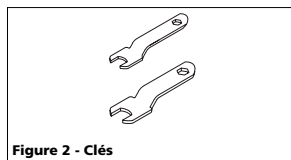

Figure 2 - Clés
- Bien serrer la mandrin avec les clés (fournies avec quelques modèles) (Voir Figures 2 et 3).** Appliquer une clé sur l'écrou du mandrin et l'autre sur la tige. Tourner la clé sur l'écrou du mandrin à la droite, et simultanément, tourner l'autre clé au sens opposé. S'assurer de ne pas laisser glisser la tige.